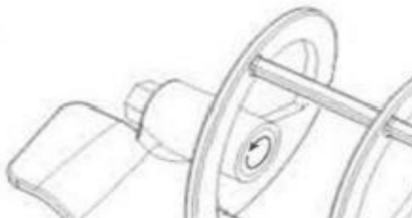

Afbeelding 12
Pakking (A) op roerder. zie Afb.12